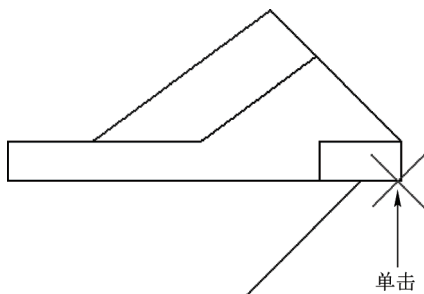

图 14-28 确定细节的中心点
STEP 03 在绘图区中图形的右下方单击鼠标左键，确定细节的中心点，如图 14-28 所示。